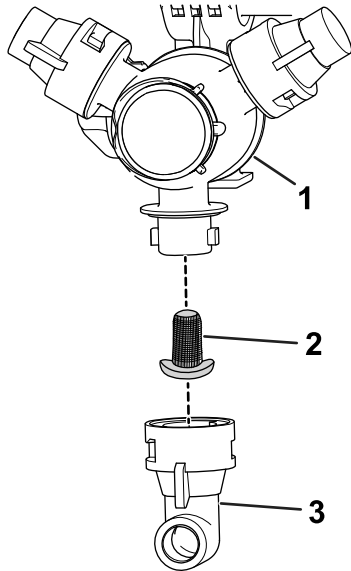

Bild 31
2. Nehmen Sie die Düse vom Sprühdrehkreuz ab (Bild 31).
3. Entfernen Sie den Düsenfilter (Bild 31).
5. Setzen Sie den Düsenfilter ein (Bild 31).
6. Setzen Sie die Düse auf das Sprühdrehkreuz auf (Bild 31).